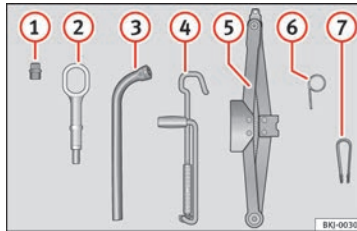

Fig. 77 En el maletero, bajo la cubierta de la superficie de carga: herramientas de a bordo.
- Enganche el gancho de alambre (herramientas de a bordo » fig. 77 ⑥) en uno de los rebajes del embellecedor central de rueda.
- Enganche el gancho de alambre (herramientas de bordo » fig. 77 ⑥) en el alojamiento destinado a ello » fig. 79.